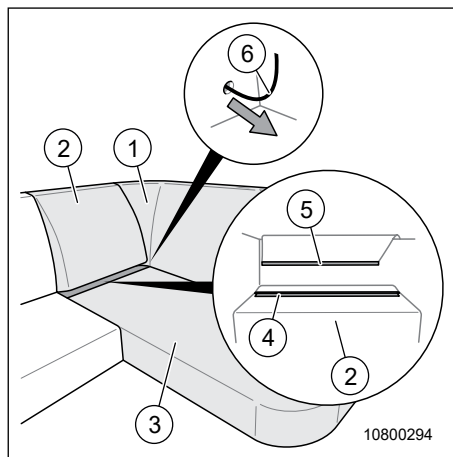
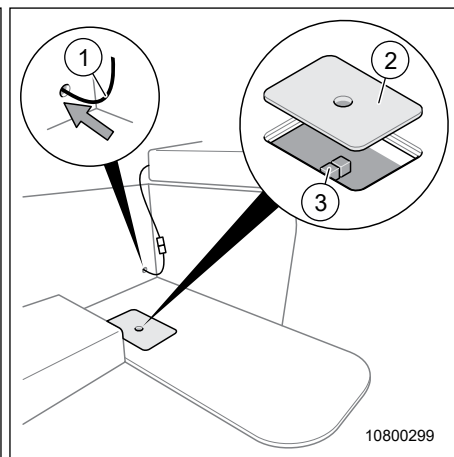

Fig. 101 Dépose des coussins
Fig. 102 Emplacement du chauffage
Le chauffage (Fig. 102, pos. 3) ainsi que le système de préparation de l'eau chaude intégré se trouvent sous les coussins de la méridienne coulissante.
1. Détacher prudemment le coussin 1 (Fig. 101, pos. 1) du Velcro. Attention au câble électrique (Fig. 101, pos. 6).
3. Détacher prudemment le coussin 2 (Fig. 101, pos. 2) du Velcro.
4. Retirer le recouvrement en cuir (Fig. 101, pos. 5) sur l'envers du coussin 2 hors de la rainure (Fig. 101, pos. 4).
6. Détacher prudemment le coussin 3 (Fig. 101, pos. 3) du Velcro et le mettre sur le côté.
7. Enlever le recouvrement (Fig. 102, pos. 2).
1. Fixer le recouvrement (Fig. 102, pos. 2).
2. Remettre en place le coussin 3 (Fig. 101, pos. 3) et le fixer avec le Velcro.
3. Placer le coussin 2 (Fig. 101, pos. 2) sur le coussin 3 et guider le recouvrement en cuir dans la rainure (Fig. 101, pos. 4) sur l'envers du coussin 2.
5. Retirer le coussin 1 (Fig. 101, pos. 1) du S-Wave et glisser prudemment le câble électrique (Fig. 102, pos. 1) dans le trou.